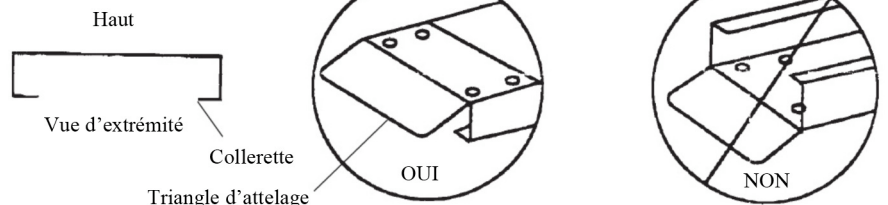

Figure 1
2. Insérez les quatre boulons (n° 5) en commençant par le dessus (voir la figure 1) et retenez-les au moyen des rondelles plates (n° 6) et des écrous (n° 7).
3. Attachez la poignée (12) à la charnière entre la rampe supérieure (1) et la rampe intermédiaire (2) et retenez-les au moyen des boulons (10) et des écrou de blocage (11).